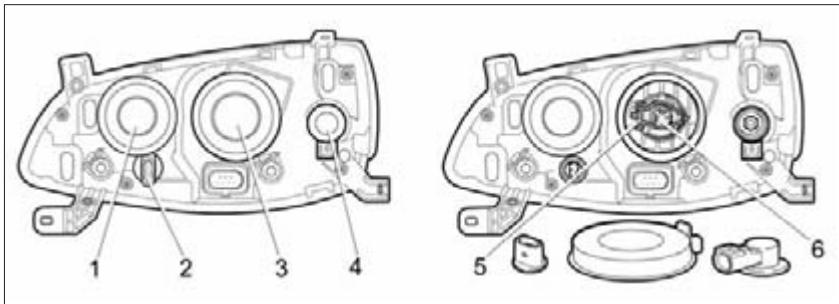

Рис. 59. Блок-фара
- снимите защитную резиновую крышку 3 (рис. 59);